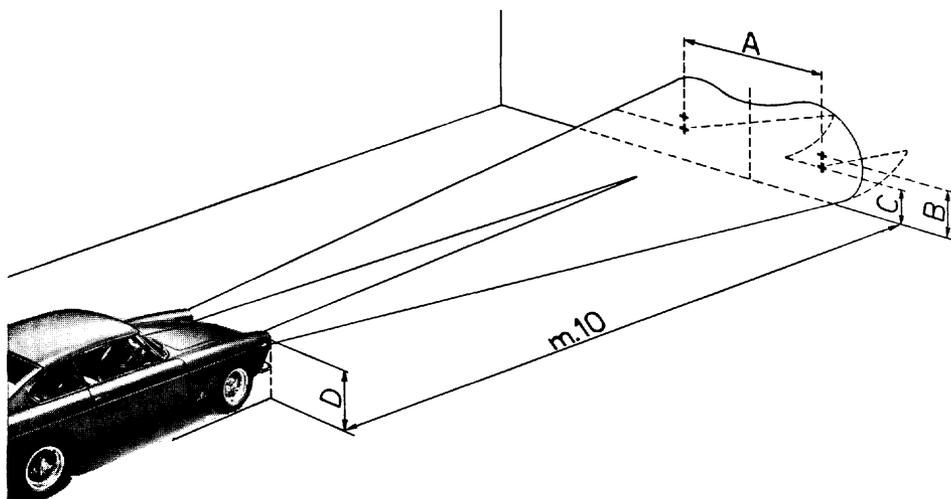

Fig. 69 - Orientamento delle luci dei proiettori anteriori.
- Porre la vettura scarica, in piano, a 10 metri di distanza da uno schermo bianco o da un muro chiaro, assicurandosi che l'asse della vettura sia perpendicolare allo schermo (fig. 69).